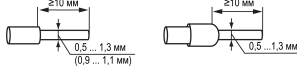

Рисунок 6.1 – Характеристики кабелей
- Многожильные медные кабели, концы которых перед подключением следует тщательно зачистить и облудить. Диаметр многожильного кабеля после лужения 0,9 мм (17 жил, AWG 22) или 1,1 мм (21 жила, AWG 20), длина лужения не менее 10 мм (см. рисунок 6.1).
- Кабельные наконечники (входят в комплект поставки), с длиной коннекторов не менее 10 мм (см. рисунок 6.1).